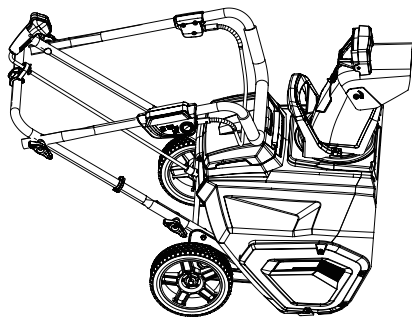

Рис. 14
- Для компактного хранения, ослабьте крепление верхней рукоятки и сложите ее (Рис. 14).